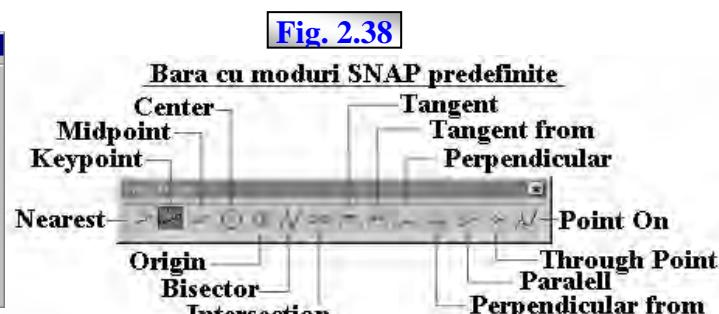

Fig. 2.38
- bara de moduri **SNAP** predefinite, fig. 2.38, care poate fi activată într-unul din următoarele moduri:
Pentru bara cu moduri **SNAP** predefinite din fig. 2.38, semnificațiile icoanelor este următoarea: